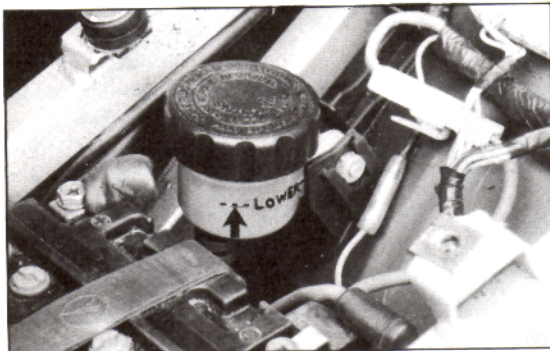

Bild 56
- Deckel des Bremsflüssigkeitsbehälters entfernen und passenden, durchsichtigen Schlauch (Innendurchmesser 4 mm) über Entlüftungsventil am Bremszylinder stülpen, der in Auffanggefäss endet, siehe Bild 56.
- Bei früher Bremssattel-Ausführung an beiden Entlüftungsventilen entlüften, siehe Bild 56.